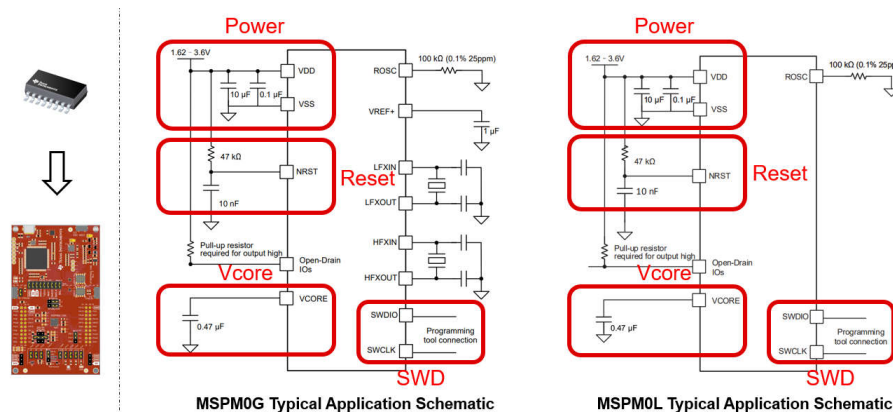

図 2-39. MSPM0 最小システム
3. 自作の基板に組み込むための MSPM0 ハードウェア設計。図 2-39 に、最小システム設計例を示します。